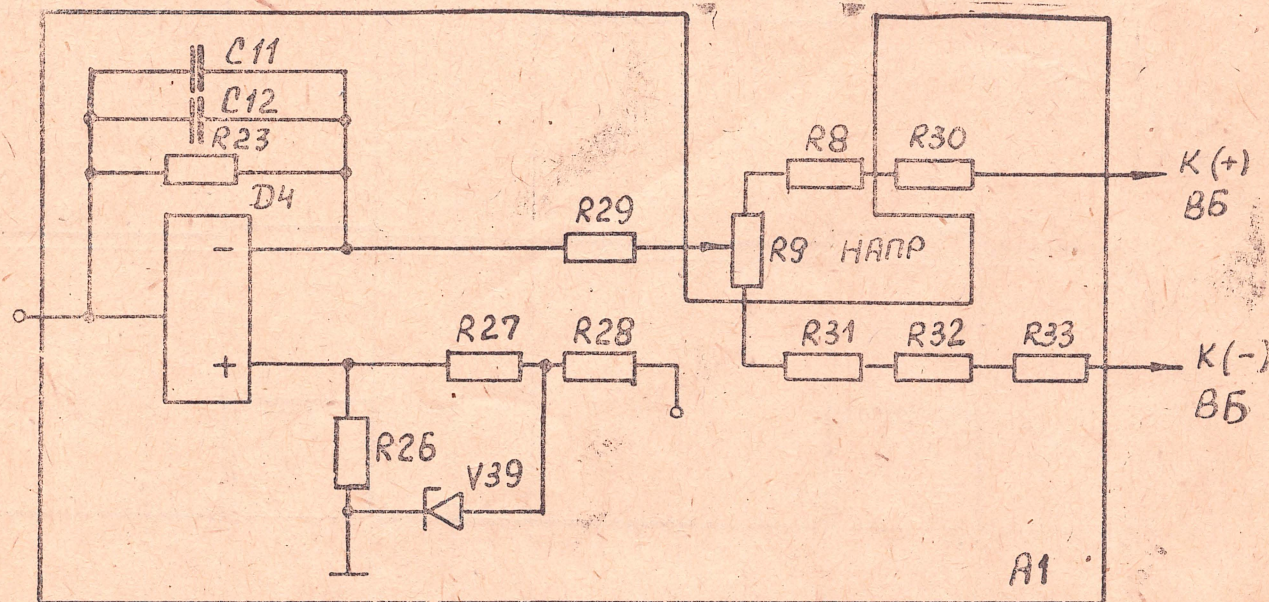

Рис. 3
4.4.2. Регулятор напряжения РЕГН, схема которого показана на рис. 3, предназначен для создания режима стабилизации напряжения выпрямителя и представляет собой схему сравнения и операционный усилитель на микросхеме = A1—D4.